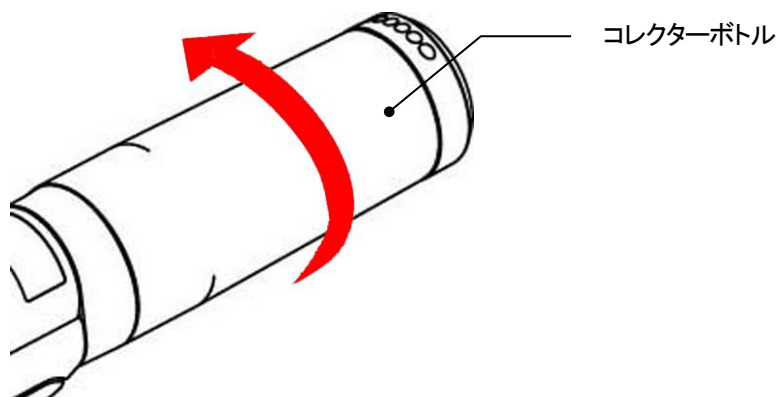

図 4-2
- 3) コレクターボトルが確実に装着されているか確認してください。確実に装着されていない場合は コレクターボトルを右に回し、確実に装着してください。（図 4-2）
(P.9 図4-2 参照)